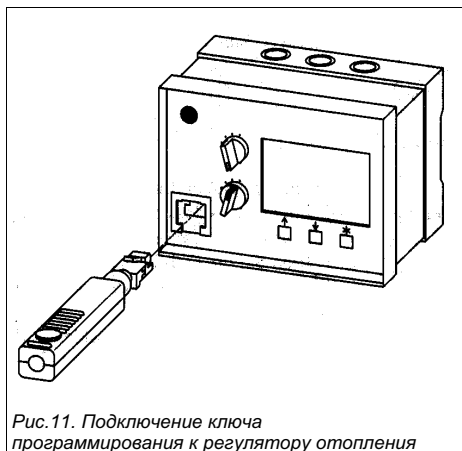

Рис. 11. Подключение ключа программирования к регулятору отопления
1. Вставьте ключ программирования в гнездо прибора, см. рис.11. На дисплее появится сообщение: SP-31. В этом положении данные будут передаваться с ключа программирования (SP) на регулятор отопления (31).